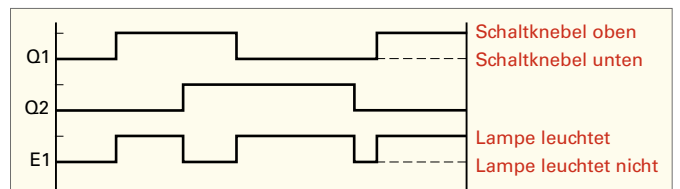

Bild 6: Zeitablaufplan für Wechselschalter Q1 und Q2 sowie Lampe E1
**Zeitablaufpläne** zeigen die zeitlichen Abläufe von Operationen (► Bild 6). Die Zeitachse liegt waagrecht und wird meist nicht bezeichnet. Die Grundlinie des Signalzuges hat den logischen Wert 0 (Pegel L, von engl. Low) oder eine andere Bedeutung, z. B. den Schaltzustand Schaltknebel unten. Der logische Wert 1 (Pegel H, von engl. High) sowie z. B. der Schaltzustand Schaltknebel oben wird von der Grundlinie aus nach oben aufgetragen.